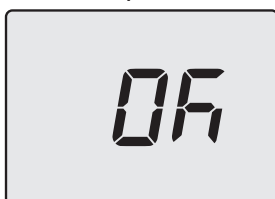

Figura 5.48
- Premendo il tasto 14 (Figura 5.43) si ottiene la conferma del valore inserito. Il display visualizzerà per 5 sec. quanto segue (Figura 5.48) poi, si porterà al livello superiore.